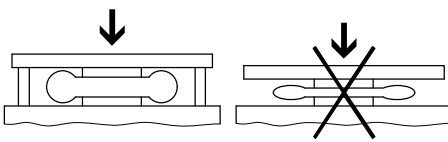

Fig. 3
• 请确保气囊式气缸不低于最小高度 h_{min} 。示例 Fig. 3。